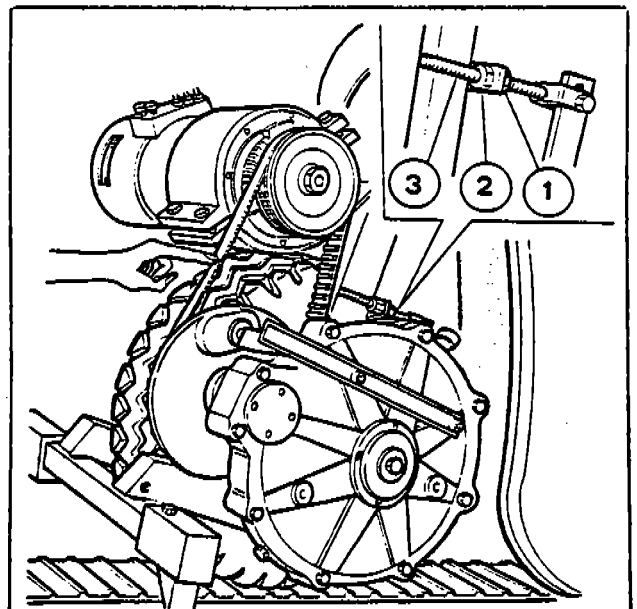

Fig. 49
The right regulation to operate is a 4-lb. pressure on the belt, it will flex about 5/6" - (Fig. 49)
La giusta tensione della cinghia si ha quando esercitando una pressione di circa 2 kg. al centro del tratto libero tra le due pulegge, si ottiene una flessione di circa 2 mm (Fig. 49). Se necessario regolarne la tensione come segue:
- 1) Allentare dado e contro dado (1-2-Fig. 49).
- 2) Avvitare poi il dado (2-Fig. 49) sul prigioniero (3-Fig. 49) finchè si ottiene la giusta tensione della cinghie, bloccare poi con il contro dado (1-Fig. 49).
- 1) Sbloccare dado (1-Fig. 49) e svitare il contro dado (2-Fig. 49) fino a permettere lo sfilamento della cinghia prima dalla puleggia riduttore e poi dalla puleggia motore.